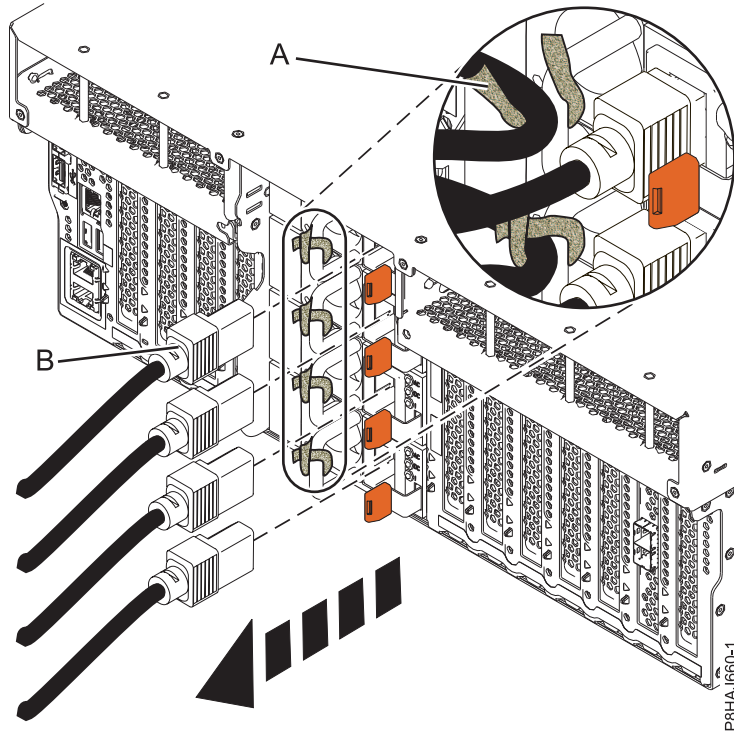
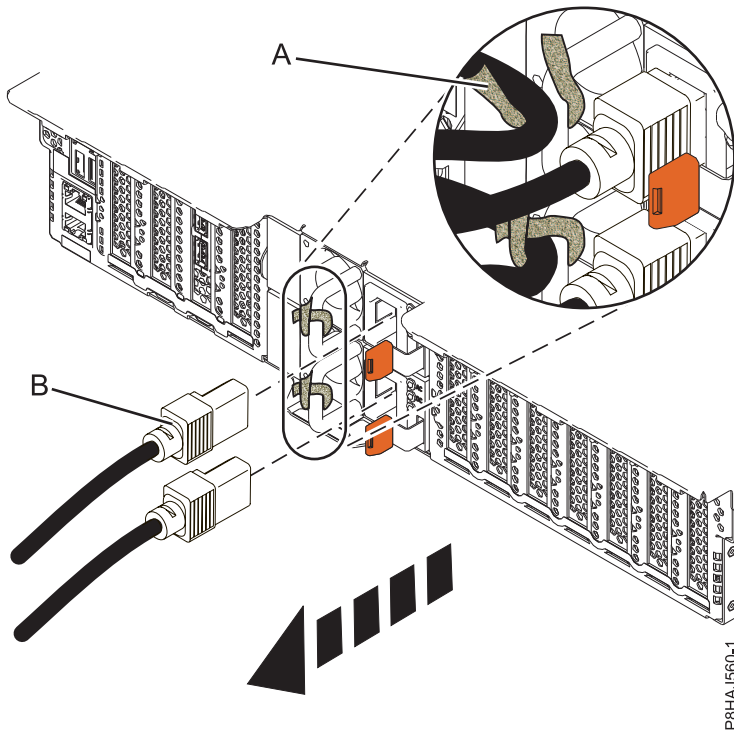
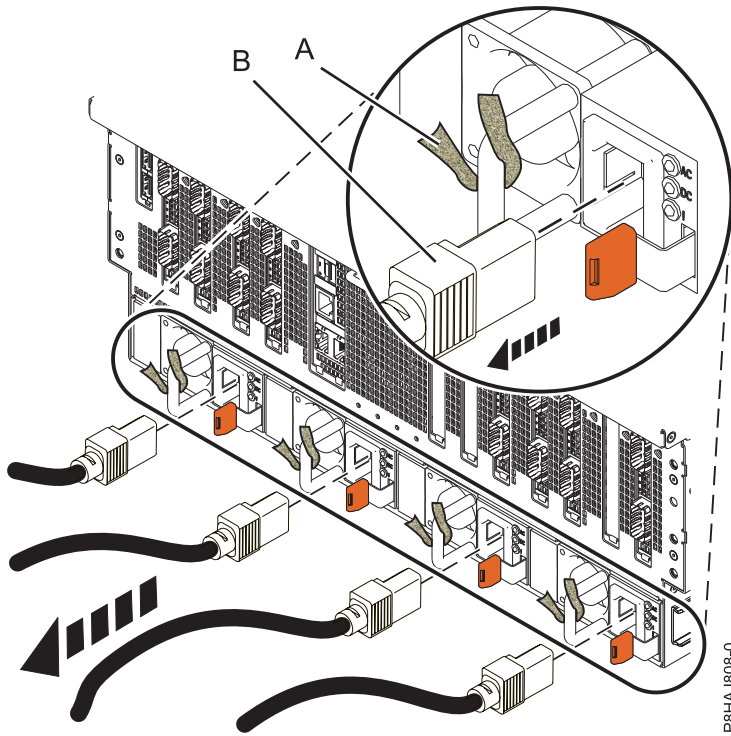

Figura 42. Extracción de los cables de alimentación de un sistema 8247-42L, 8286-41A o 8286-42A
Figura 43. Extracción de los cables de alimentación de un sistema 5148-21L, 5148-22L, 8247-21L, 8247-22L, 8284-21A o 8284-22A
Figura 44. Extracción de los cables de alimentación de un sistema 8408-44E o 8408-E8E
3. Desconecte los cables de alimentación **(B)** de la unidad del sistema. Consulte la Figura 42 en la página 57, la Figura 43 en la página 57 o la Figura 44 en la página 58, dependiendo del tipo de sistema.